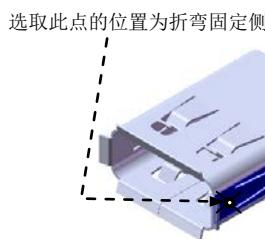

图 10.73 固定侧的位置
(3) 定义绘制的折弯参数。在图 10.73 所示的位置处单击，确定折弯固定侧；在 **折弯位置:** 选项中选取“折弯在外”按钮 ，并在  文本框中输入角度值 90；取消 **使用默认半径(U)** 复